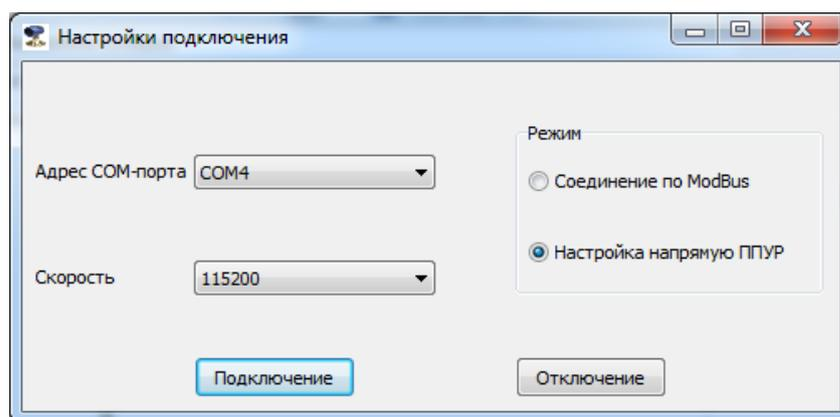

Рисунок 23 – Установка связи с ППУР
7.7.1 Для точной юстировки уровнемера на месте монтажа используется раздел программы «Монитор Взлет РУ», позволяющий связаться напрямую с ППУР по интерфейсу RS-485. Для этого в окне «Настройки подключения» (см. рисунок 23) необходимо установить флажок в строке «Настройка напрямую ППУР» области «Режим» и нажать кнопку «Подключение». Необходимые параметры связи устанавливаются автоматически.